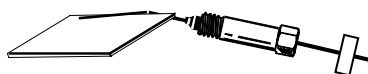

图 29 折断色谱柱端
- 4 在与刻痕相反方向上顶住柱末端，并折断该端。用放大镜检查以确保该截面没有毛刺和缺口的边缘（见图 29）。